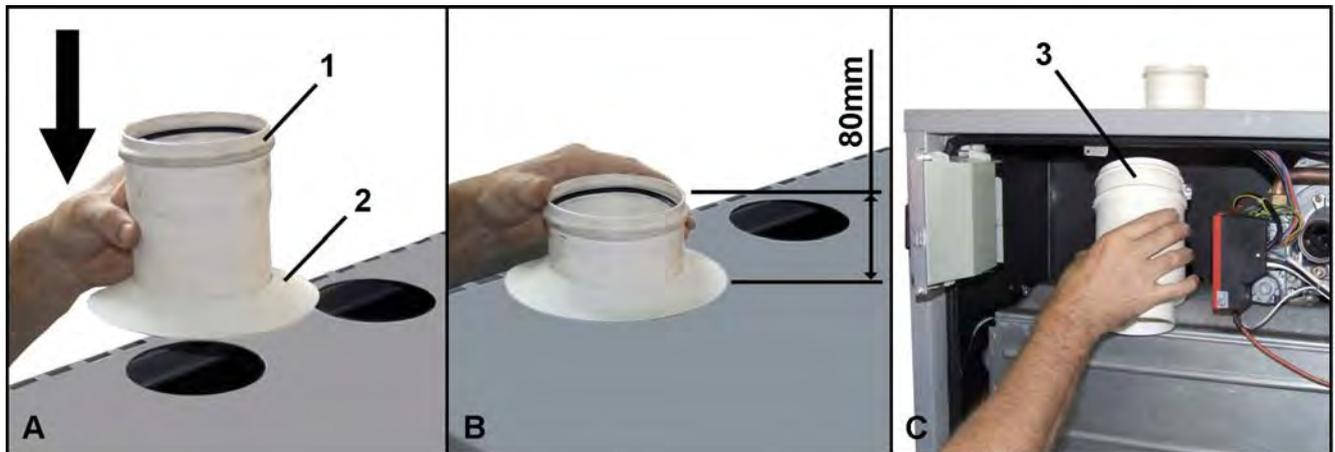

fig. 33
- B Rispettare la quota indicata nel riquadro "B" di fig. 33. Tale quota deve essere aumentata di 5 mm ad ogni modulo aggiunto.